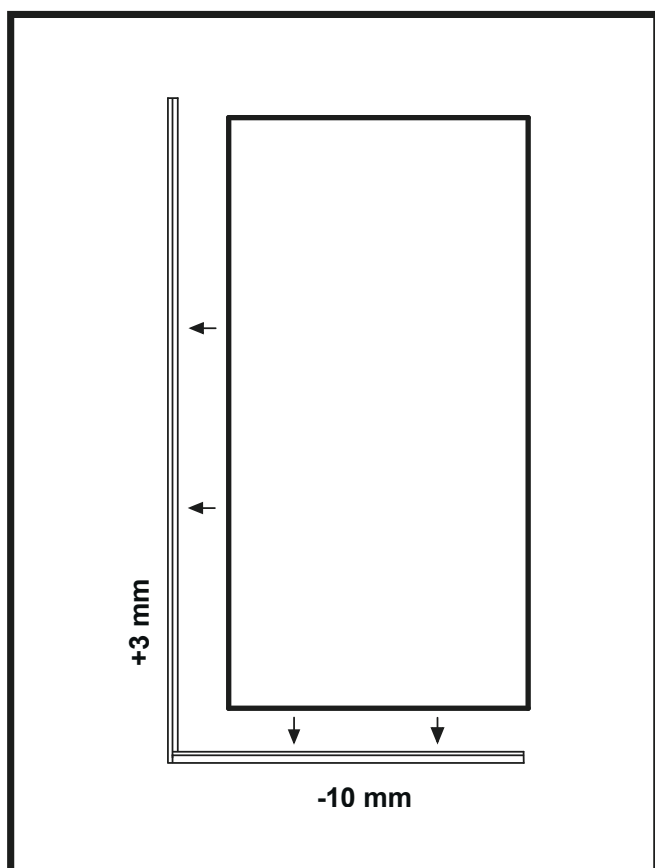

Abbildung 9
18. Überprüfen Sie die Länge der U-Leisten und des Glases. Die untere U-Leiste sollte etwa 10 mm kürzer als das Glas sein und die längere vertikale U-Leiste sollte etwa 3 mm länger als das Glas sein. (Abbildung 9)